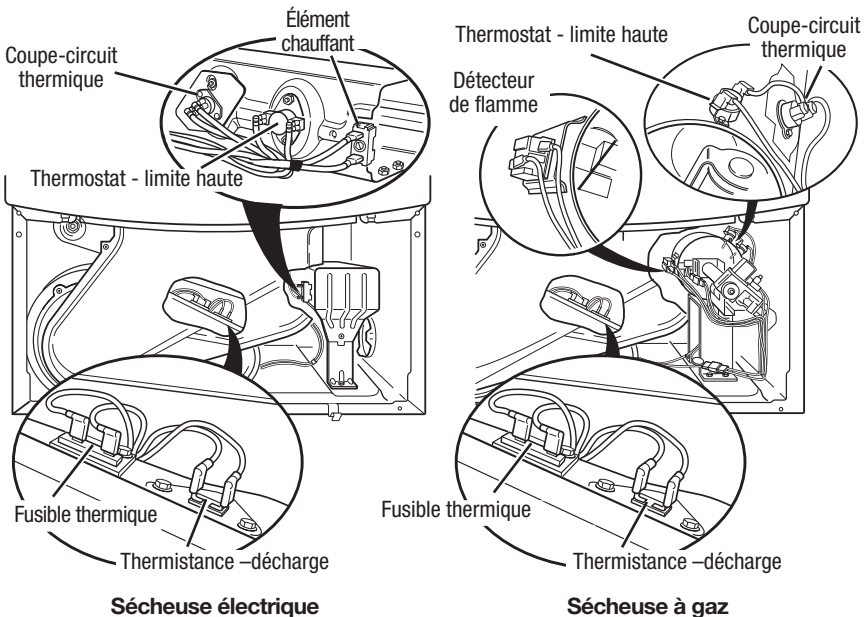

Figure 10. Composants du système de chauffage – vue de face.
À l'aide de la figure 10, identifier les composants.
5. Identifier le thermostat de limite haute; voir la figure 10. Contrôler la continuité à travers le thermostat : connecter l'instrument sur les broches rouge et bleue.
→ Contrôler les branchements sur les broches du module de commande électronique de la machine et la thermistance. Voir Modules électroniques – Accès et dépose, page 54, et la figure 10, page 48 pour l'emplacement de la thermistance.
2. Ôter le panneau de plinthe pour accéder au fusible thermique. Voir la figure 10, page 48 pour la position du fusible thermique.
3. Avec un ohmmètre, contrôler la continuité à travers le fusible thermique. Voir figure 10 pour la position de ce composant.
3. À l'aide d'un ohmmètre, contrôler la continuité à travers le coupe-circuit thermique; voir sa position à la figure 10, page 48.